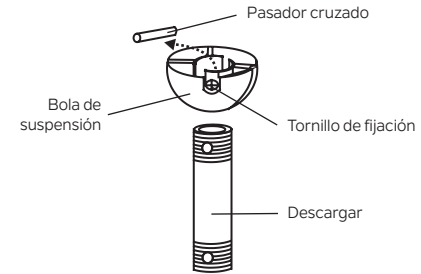

Figura 7
Paso 5. Retire la bola de suspensión del conjunto de la varilla de extensión aflojando el tornillo de fijación, desatornillando y quitando el pasador transversal y desatornillando la bola para quitarla de la varilla. (Figura 7)